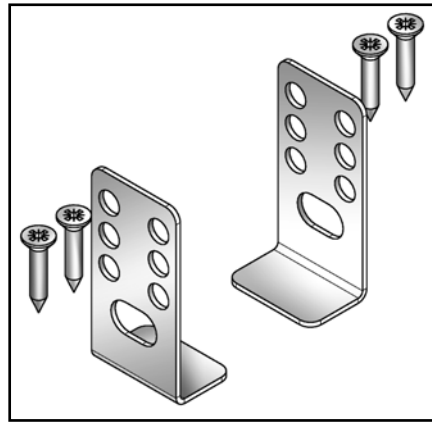

Fig. 2
- 2 supports de fixation arrière + 4 vis pour aggloméré 4,5×16 mm (Fig. 2).